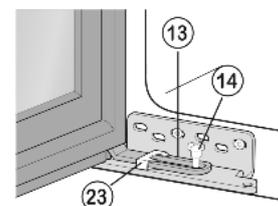

Fig. 19
► Avvitare fermamente la battuta Fig. 19 (13) mediante la guida di scorrimento Fig. 19 (23) bianca con la vite Fig. 19 (14) a 4 Nm.